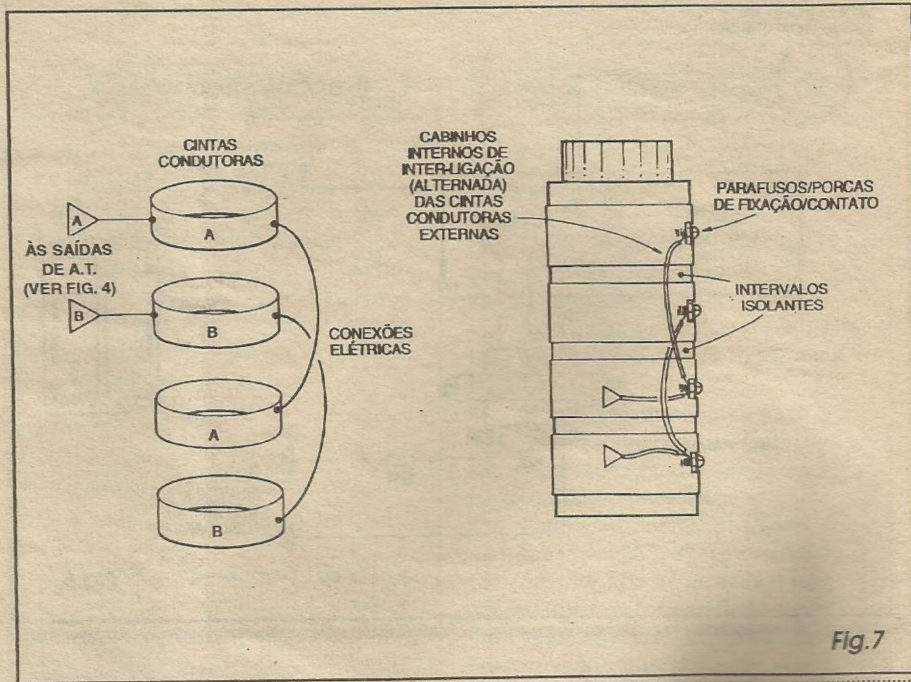

Fig. 7
- FIG. 7 - DETALHANDO AS SUPERFÍCIES DE CHOQUE, SUAS IDENTIFICAÇÕES E CONEXÕES - Para que tudo fique completamente claro, os diagramas complementam a figura anterior, podendo o leitor facilmente identificar com precisão a interligação das cintas condutoras, suas interligações e conexões ao cir-